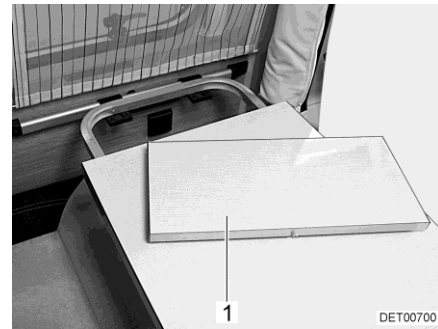

Bild 70 Bordsskiveförlängning
Hängbordets yta kan förstoras genom att en förlängningsplatta (Bild 70,1) sätts in.
- Lägg in förlängningsplattan (Bild 70,1) i bordsförlängningen.
- Ta ut förlängningsplattan (Bild 70,1) och lägg den på säker plats.